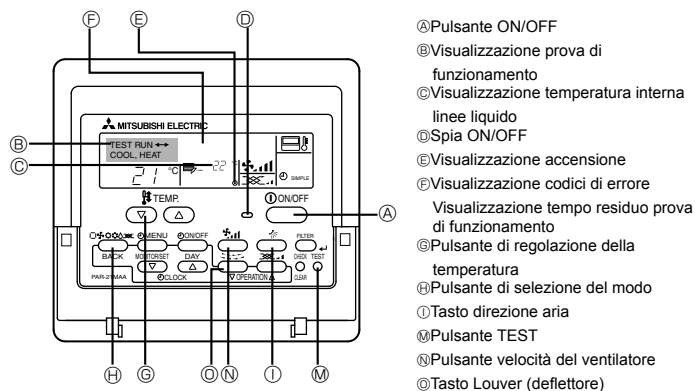

Fig. 7-1
7.2.1. Uso del comando a distanza con filo (Fig. 7-1)
- ① Inserire l'alimentazione almeno 12 ore prima della prova di funzionamento.
- ② Premere due volte il pulsante [TEST]. ➡ Display a cristalli liquidi "TEST RUN"
- ③ Premere il pulsante [Mode selection] (selezione modalità) e passare alla modalità raffreddamento (o riscaldamento). ➡ Accertarsi che il vento freddo (o caldo) venga soffiato fuori.
- ④ Premere il pulsante [Fan speed] (velocità del vento). ➡ Accertarsi di commutare sulla velocità del vento.
- ⑤ Premere il [tasto di direzione aria] o il [tasto Louver]. ➡ Verificare il funzionamento del deflettore.
- ⑥ Controllare il funzionamento del ventilatore della sezione esterna.
- ⑦ Rilasciare il pulsante della prova di funzionamento, premendo il pulsante [ON/OFF]. ➡ Stop
- ⑧ Registrare un numero di telefono.